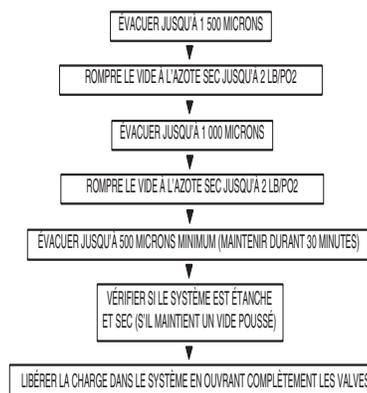

Fig. 23 – Méthode de triple évacuation
La méthode d'évacuation triple doit être utilisée lorsque la pompe à vide ne peut appliquer qu'un vide de 500 microns et que le système ne contient pas d'eau liquide. Consultez la figure 23 et procédez comme suit :
5. Répétez cette procédure comme indiqué à la figure 23. Le système sera ensuite exempt de contaminants et de vapeur d'eau.